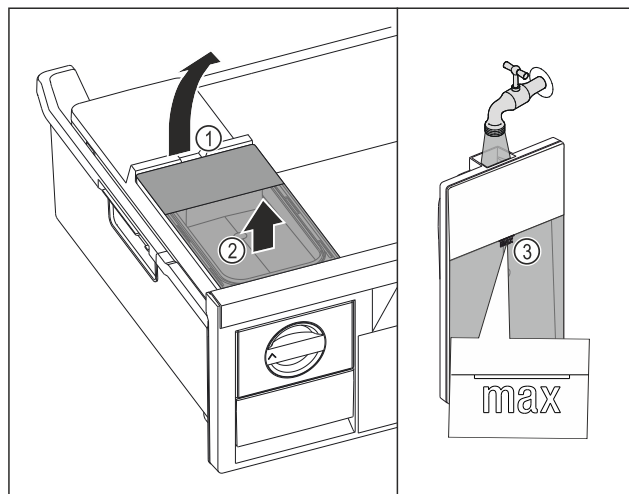

Fig. 166
- ▶ Поднимите бак для воды за выемку Fig. 166 (1).
- ▶ Извлеките бак для воды движением вверх. Fig. 166 (2)
- ▶ Наполните бак для воды питьевой водой до отметки Fig. 166 (3).